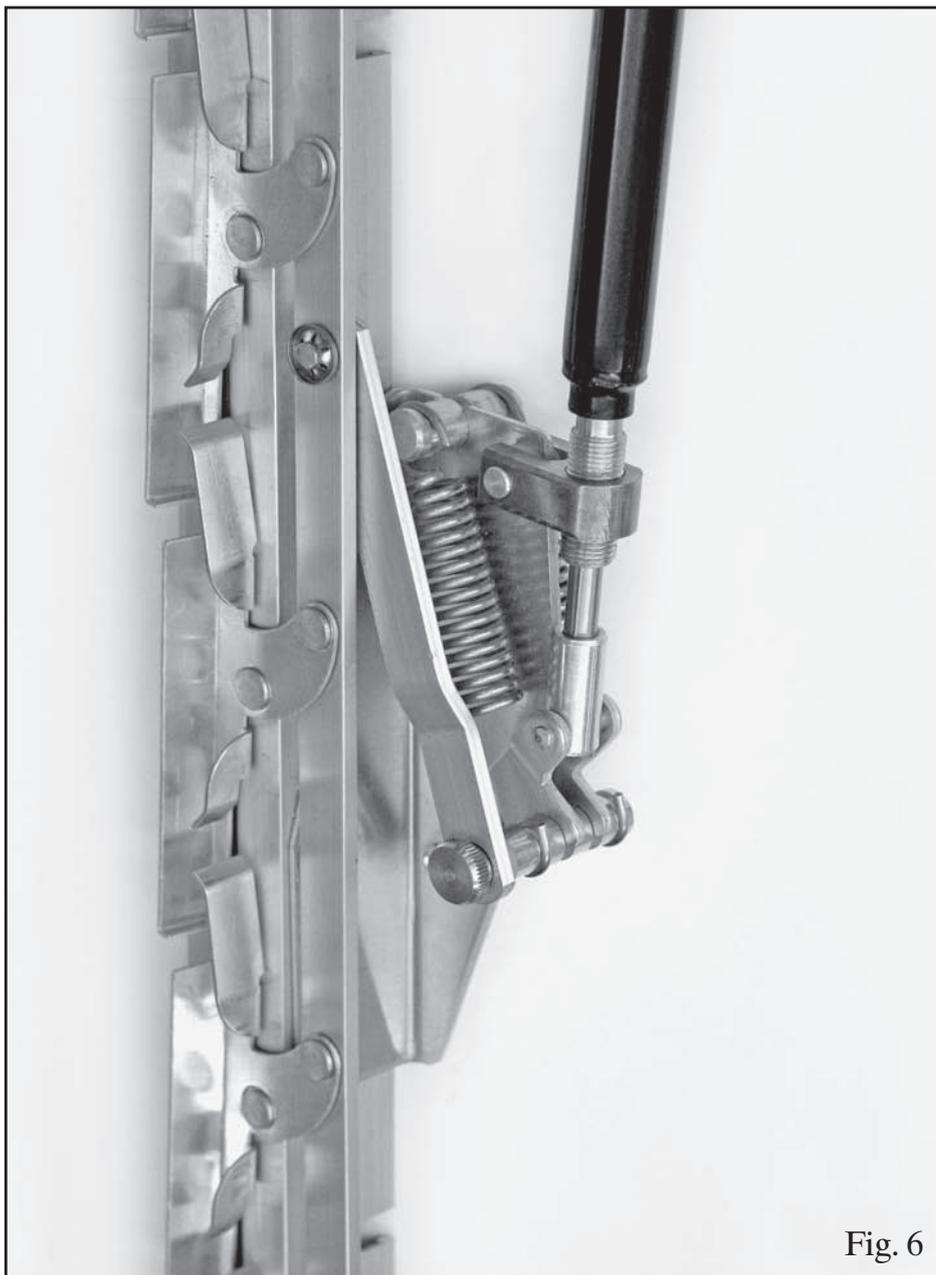

Fig. 6
11. Вкрутить цилиндр в корпус (2) чтобы большая часть резьбы была видна на обеих сторонах корпуса. Поршневой шток должен войти в держатель (4), см. рис. 6.